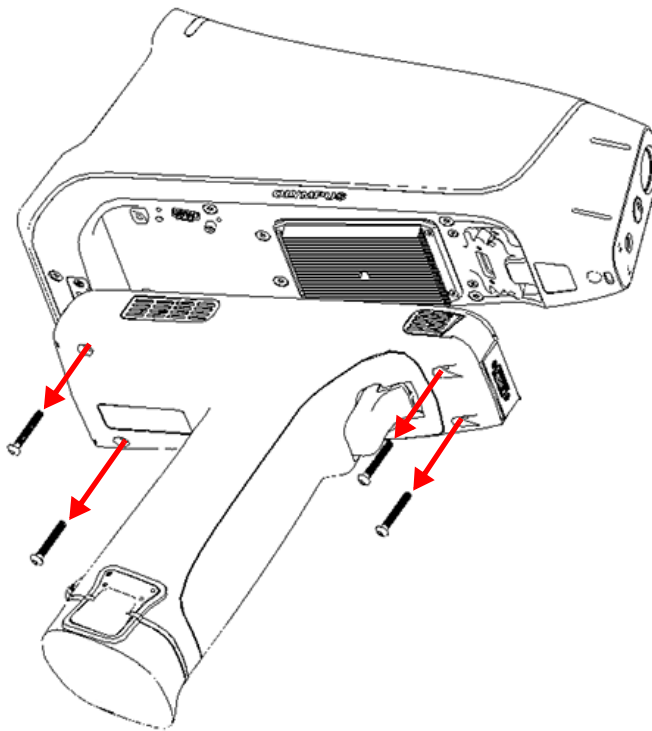

Рис. 4-7 Снятие ручки анализатора
1. С помощью крестообразной отвертки извлеките все четыре винта, удерживающих ручку анализатора; отсоедините ручку от корпуса Vanta (см. Рис. 4-7 на стр. 95).